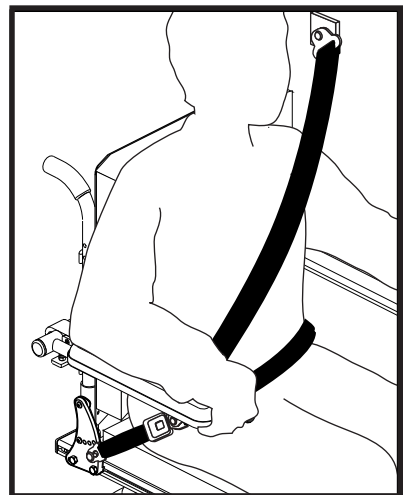

**Figuur 13. Juiste plaats van heupgordel**
- Sommige onderdelen van elektrische rolstoelen, zoals armleuningen en wielen, kunnen de juiste aansluiting van riemen verhinderen. Eventueel dient u de gordel tussen de armleuning en de rugleuning of door openingen tussen de rugleuning en de zitting door te voeren, zodat de heupgordel niet over de armleuning wordt geplaatst. **Zie figuur 13.**